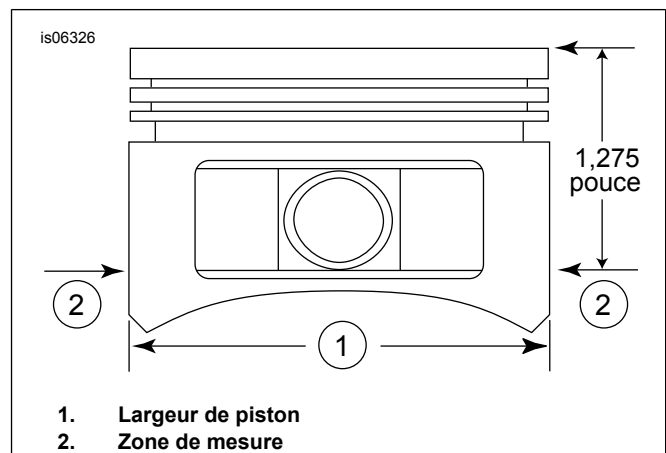

Figure 2. Dimensions de piston
5. Voir la figure 2. Mesurer la largeur du piston (1) à 90 degrés à l'horizontale des deux côtés du trou d'axe de piston et à 11,811 mm (1,275 po) (32,385 mm) à partir de la surface supérieure du piston (2). Voir le Tableau 11 pour l'ajustement piston/cylindre à cet emplacement.